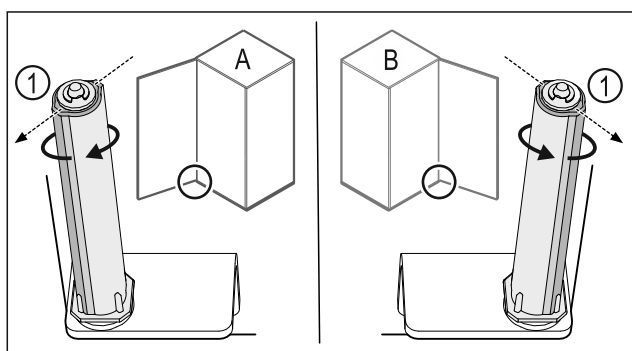

Fig. 33 Feste på venstre side (A) / feste på høyre side (B)
- ▶ Drei lukkesystemet mot motstanden til rillen på lukkesystemet Fig. 33 (1) peker utover.